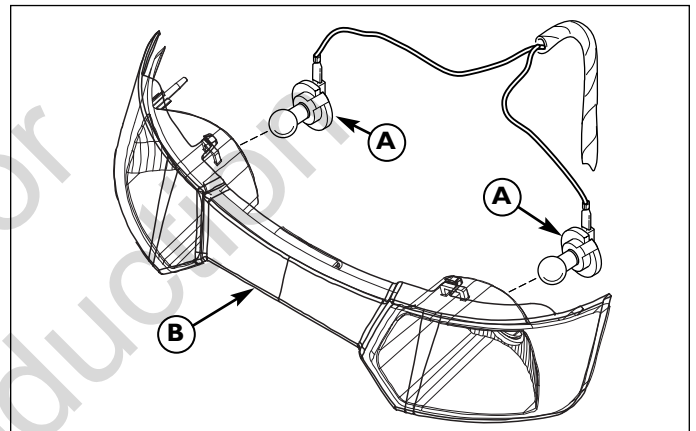

Figura 12. Faro
2. Retire el portalámpara y las bombillas (A, Figura 12) girando el portalámpara en el sentido contrario al de las agujas del reloj y sacándolo del bisel (B). Repetir en el otro lado.